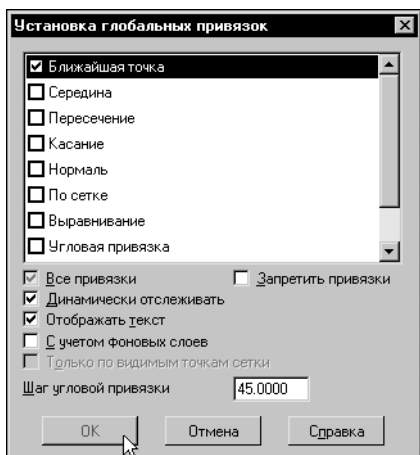

Рис. 59.6. Установка глобальных привязок
- 3.5. В появившемся на экране диалоге активируйте привязку **Ближайшая точка** и включите опцию **Отображать текст** (рис. 59.6).